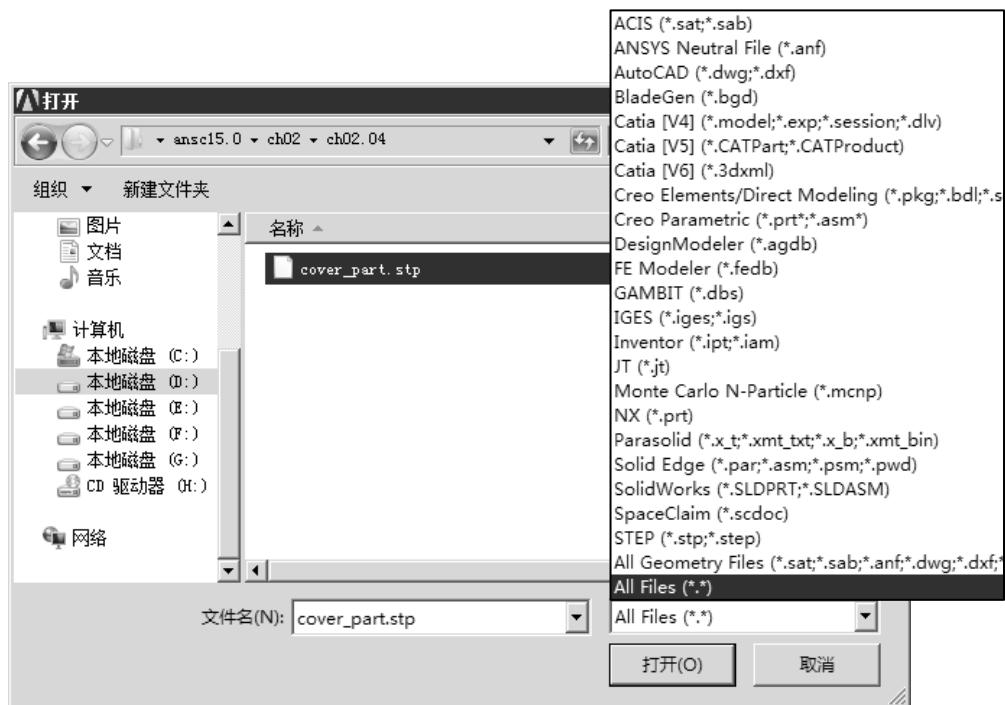

图 2.4.1 “打开”对话框
方法二：在项目列表中右击 ，在弹出的快捷菜单中选择 **Import Geometry** →  命令，弹出图 2.4.1 所示的“打开”对话框，选中要打开的文件，单击 **打开 (O)** 按钮，完成几何体的导入。